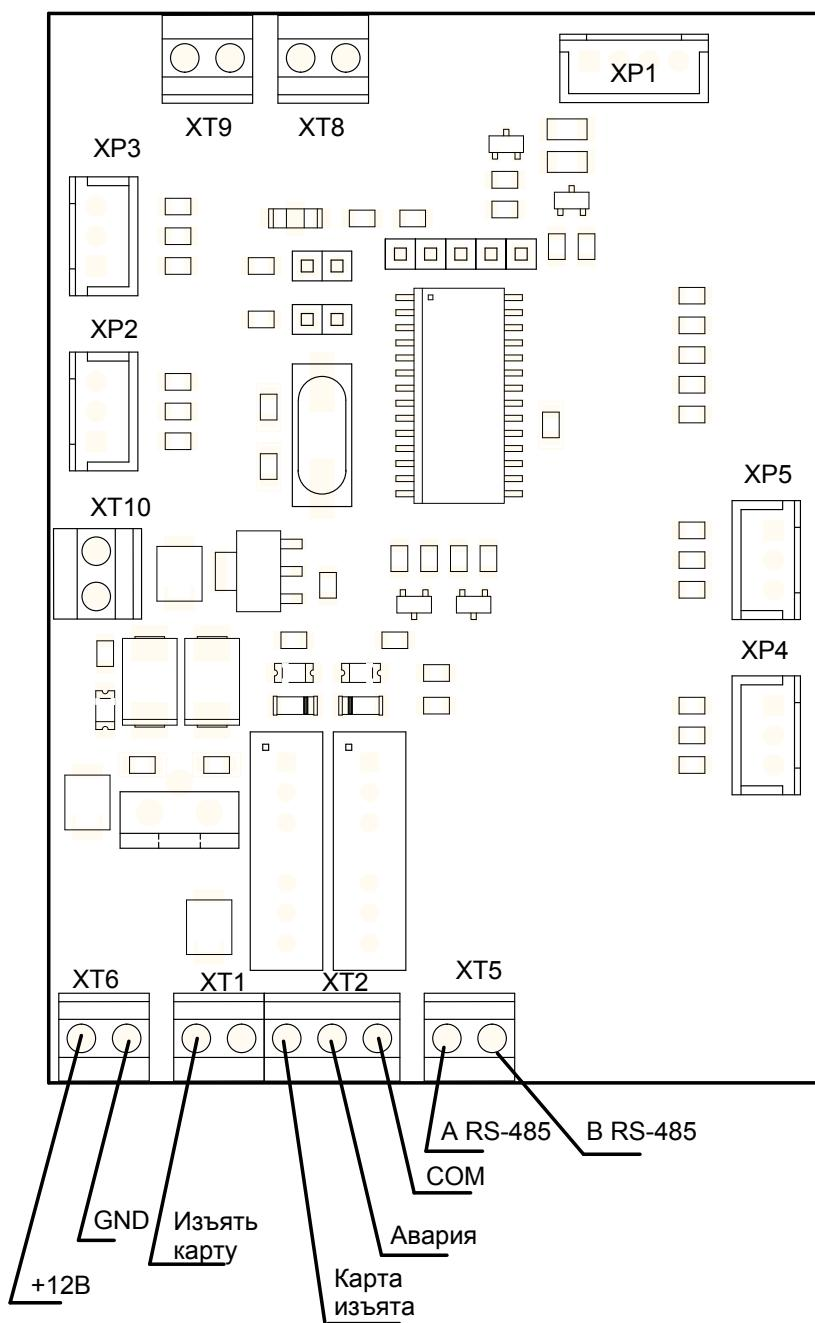

Рисунок 3 – Плата управления картоприёмником
5.3.2 Кабель питания (9)* подключается к клеммной колодке XT6 платы управления картоприемником (см. рисунок 3 и Приложение А, рисунок А.1).
* Кабель (9) не входит в комплект поставки картоприёмника.
5.4.1 Линии интерфейса RS-485 считывателя, расположенного с внутренней стороны крышки (3) картоприёмника, подключены к плате управления картоприёмником. Таким образом, выходы считывателя выведены на контакты 1 (RS-485 A) и 2 (RS-485 B) клеммной колодки XT5 (см. рисунок 3).